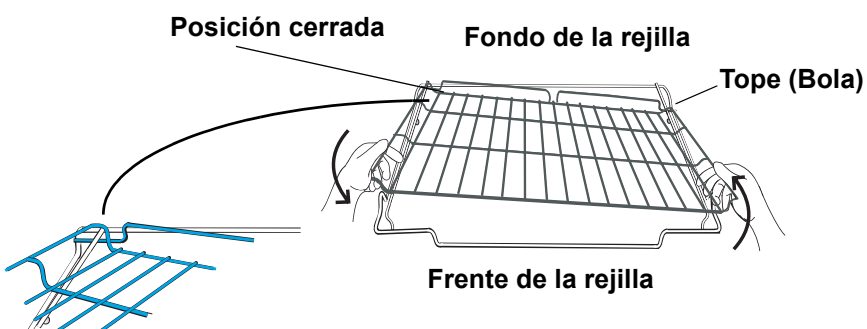

Figura 5: Reensamblado
4. Empuje la rejilla completamente hacia adentro (Vea Figura 5).